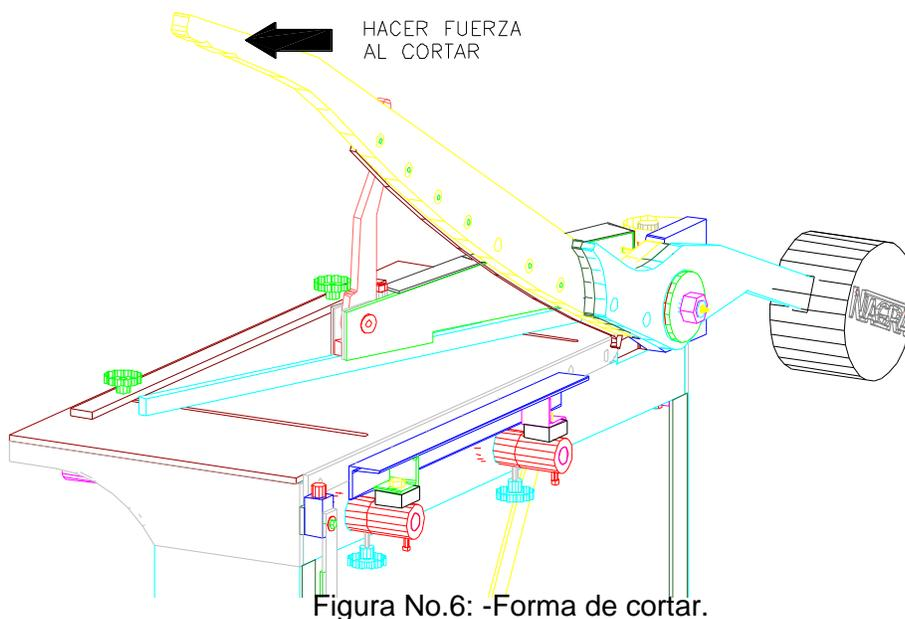

Figura No.6: -Forma de cortar.
Si el afilado es ligero, se puede compensar con solo hacer fuerza para unir las cuchillas que de todas maneras, es la forma apropiada para cortar (ver figura No.6)
A) La figura No.6 muestra que, hay que hacer fuerza para cerrar las cuchillas cuando estén cortando. Es importante esta fuerza compuesta de abajo y al lado para que resulte un corte limpio y evitar que la lámina se doble en vez de cortarse bien.